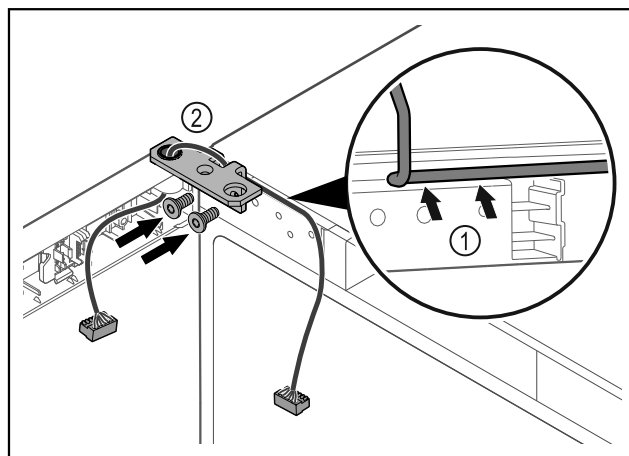

Fig. 63
- ▶ Dirijați cablul prin degajarea colțarului balamalei și dispuneți-l cu precauție Fig. 63 (1).
- ▶ Înșurubați Fig. 63 (2) colțarul balamalei.